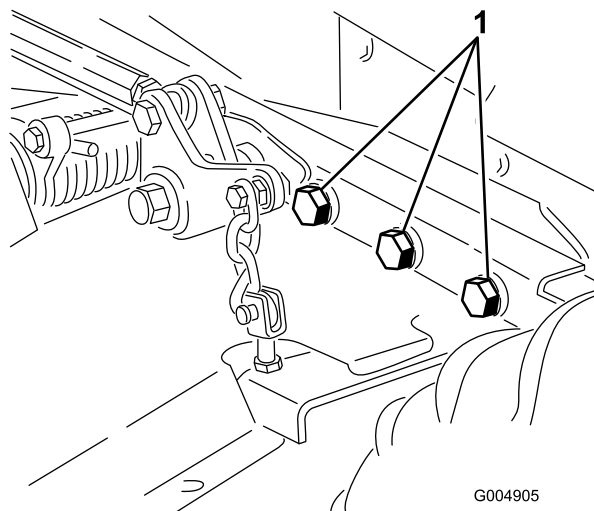

Figura 62
4. Verifique todos os dispositivos de fixação para ver se estão soltos e aperte-os conforme necessário. Aperte os 6 parafusos que prendem a estrutura da plataforma do cortador à unidade de tração (Figura 62) com 359 N·m.